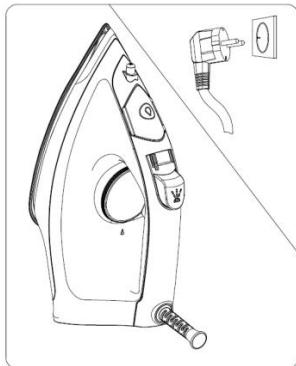
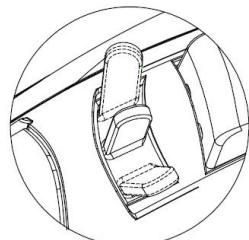

Fig.3
Fig.4
58. Podłącz urządzenie do źródła zasilania (patrz rys. 3) i wybierz odpowiednią temperaturę w zależności od materiału ubrań, które mają zostać wyprasowane (patrz rys. 4). Zapoznaj się z sekcjami „WSKAZÓWKI DOTYCZĄCE PRASOWANIA” i „DODATKOWA ETYKIETA” podczas wybierania temperatury. Wskaźnik zaświeci się, wskazując, że żelazko się nagrzewa. Wskaźnik będzie świecił światłem ciągłym podczas nagzewania. Po zakończeniu nagzewania wskaźnik zgaśnie, a żelazko będzie gotowe do użycia.